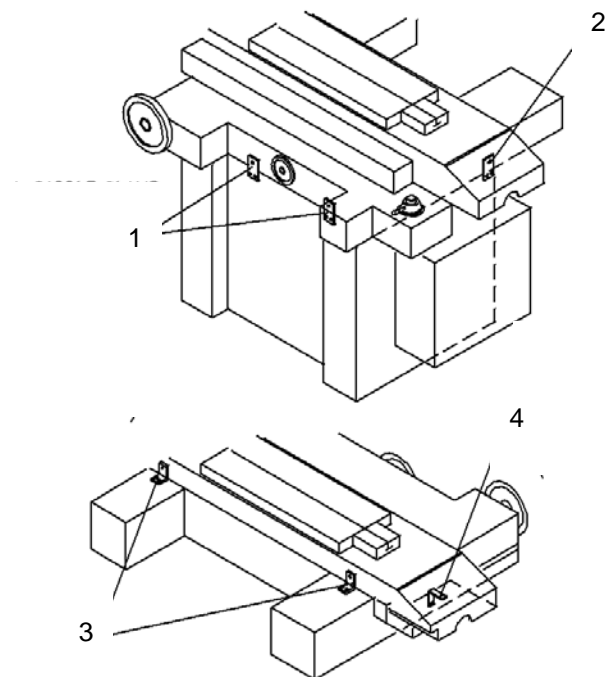

Рис.4.3
- (6) Перепроверьте еще раз все крепления и фиксаторы, смотри Рис.4.3.
- (7) Проверьте подъемный крюк.
- (8) При перемещении грузчики должны держаться отдельно от станка, недопускать появления людей под поднимаемым грузом или в опасной близости от него.
- (9) Грузчики должны иметь соответствующую квалификацию и допуск к проведению работ.
- (4) Перепроверьте еще раз все крепления и фиксаторы, смотри Рис.4.3.
(5) Оператор погрузчика должен иметь соответствующую квалификацию и допуск к работам.
На Рис.4.3 показано место установки 3х фиксирующих винтов - M8x1,25P.